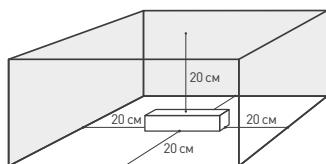

Рис. 1. Свободное пространство вокруг источника
- 4.2. Для естественной вентиляции обеспечьте не менее 20 см свободного пространства вокруг источника питания, как изображено на рис. 1. При невозможности обеспечить свободное пространство используйте принудительную вентиляцию.